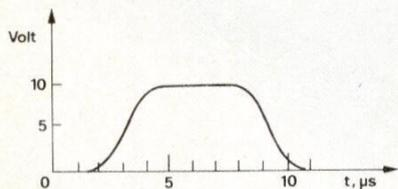

Figura 1
2. Considerando il grafico di Figura 1, determinate il valore degli intervalli  $T_r$ ,  $T_w$ ,  $T_f$ .